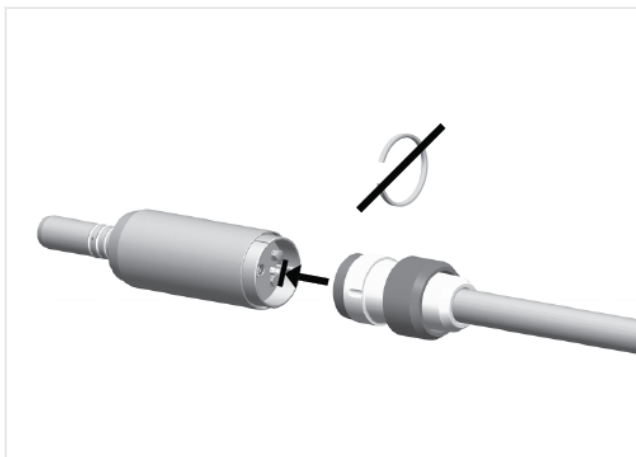

FIG. 2
2. Anslut motorn (utan fjädderringen) till den patentskyddade slangen såsom visas i FIG. 2.